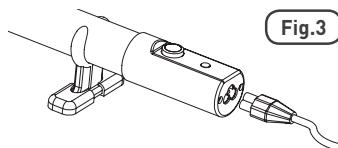

Fig.3
- Voorafgaand aan de installatie van de kachel wordt aanbevolen dat het elektriciteitssnoer wordt aangesloten door deze volledig in het daarvoor bestemde contact op de kachel te steken [Fig. 3].